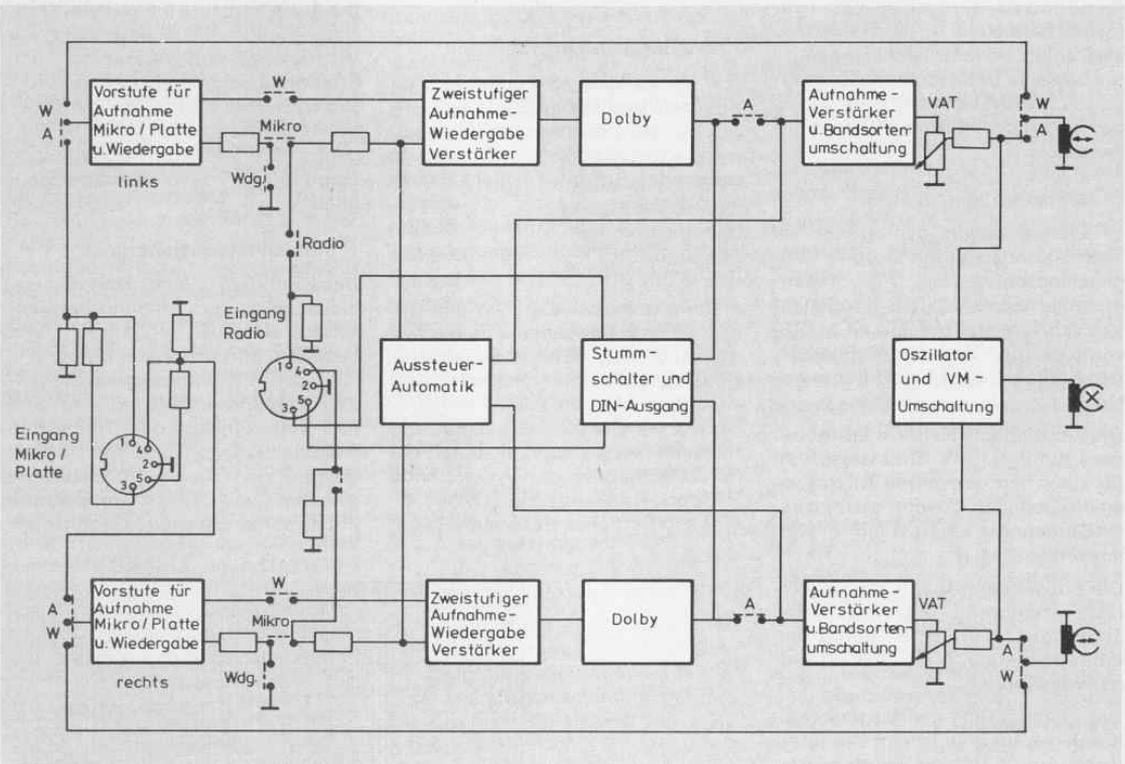

Bild 2 Blockschahtplan CN 510 HiFi
**Schaltungsbeschreibung des Verstärkerteils** (das Blockschaltbild zeigt Bild 2, das Gesamtschaltbild befindet sich auf den Seiten 8/9).